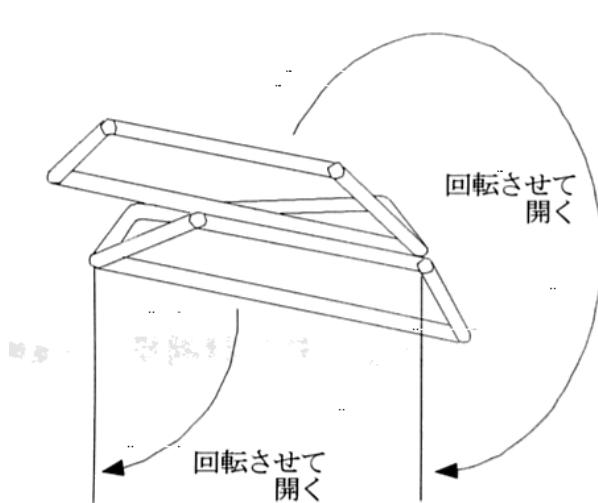

図1. 前側から見たフレーム（折りたたんだ状態）
- ①箱から取り出した状態では、折りたたんだ状態で上部にU型の肘受けが差し込んであります。まずこの肘受けを外します。(フレームを真上から見たのが図1です。左右が逆になっていることもあります。)